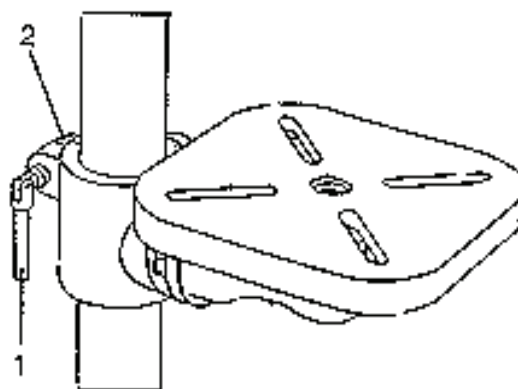

Fig. 8
10. Pârghia de aretare a montantului (1) introduceți în brațul de fixare al mesei (2) (fig. 8)